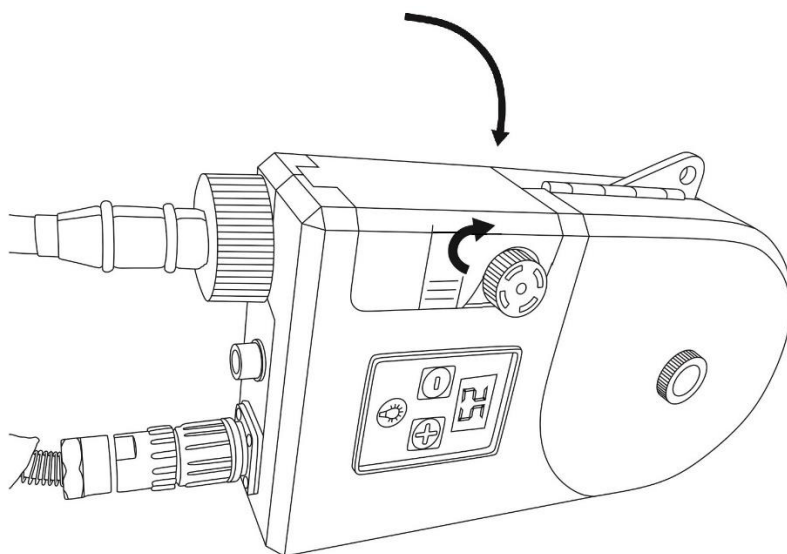

Рис. 7.15. Регулировка усилия зажатия и закрытие крышки механизма подачи проволоки.
1. Закройте скобу прижимного ролика и отрегулируйте усилие зажатия сварочной проволоки с помощью регулятора усилия зажатия, и закройте крышку механизма подачи проволоки. (См. рис. 7.15).